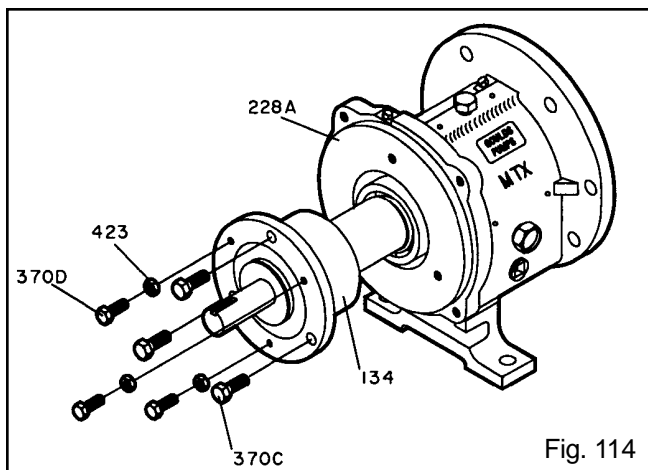

Fig. 114
- Recubra con aceite la parte de afuera del cojinete exterior (112A) y el orificio de la caja del cojinete (134).
- Instale la caja del cojinete (134) sobre el conjunto del eje/cojinete.
- Inserte el anillo de retención (361A) en la ranura en el orificio de la caja (134). Inspeccione el eje para asegurar que gire libremente.
- Instale el sello de laberinto exterior (332A) en la caja de los cojinetes (134). Es un ajuste de anillo en O. Sitúe las ranuras de drenaje del sello de laberinto en la posición inferior (6:00 horas).
- Recubra con aceite la parte de afuera de la caja de los cojinetes (134) (Fig. 114).
- Instale los pernos de sujeción (370C) en la caja de los cojinetes (134). Apriételos con los dedos.
17. Instale los pernos de levantamiento (370D) con contratuercas (423) en la caja (134). Apriételos con los dedos.